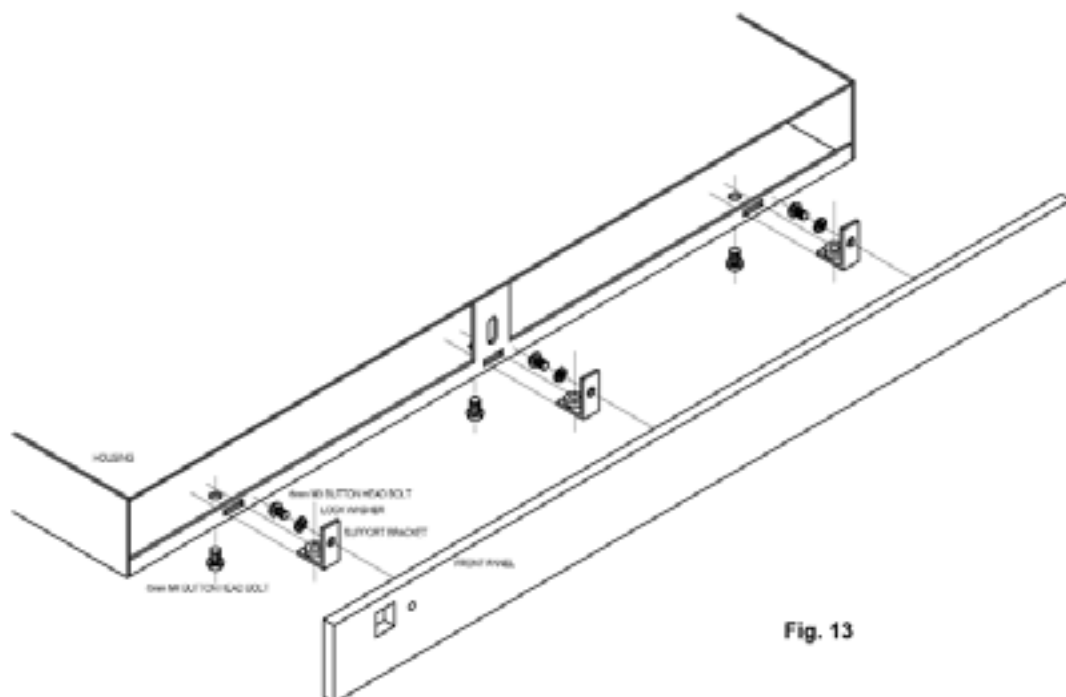

Fig. 13
- Montare il pannello anteriore del mobiletto utilizzando le staffe di sostegno fornite insieme alle viti Allen 4 MA e 3 MA. Controllare la posizione del LED e dell'interruttore (osservare fig. 13).